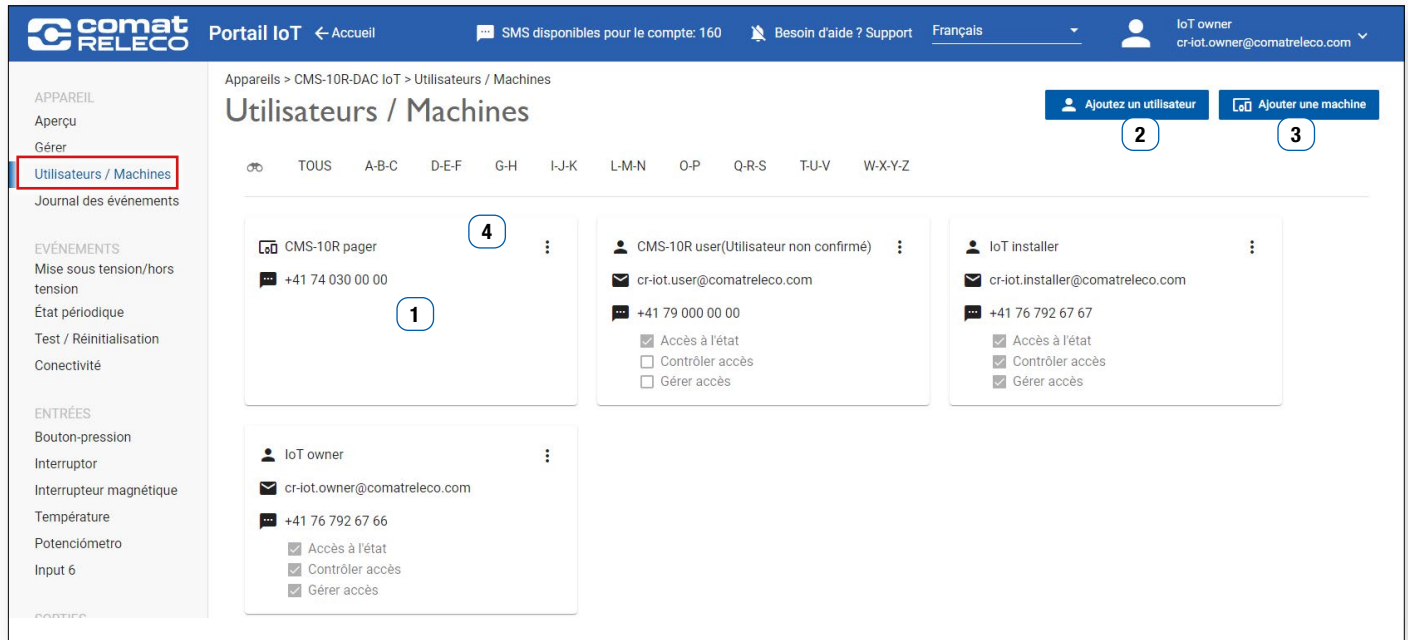

Figure 46
Appuyez sur le bouton **Ajoutez un utilisateur** (Figure 46 (2)) pour ouvrir cette fenêtre.
Cette fenêtre est appelée sur la carte de visite via l'élément de menu **Éditer** (Figure 46 (4)).
Le bouton **Ajouter une machine** (Figure 46 (3)) permet d'ouvrir cette fenêtre.